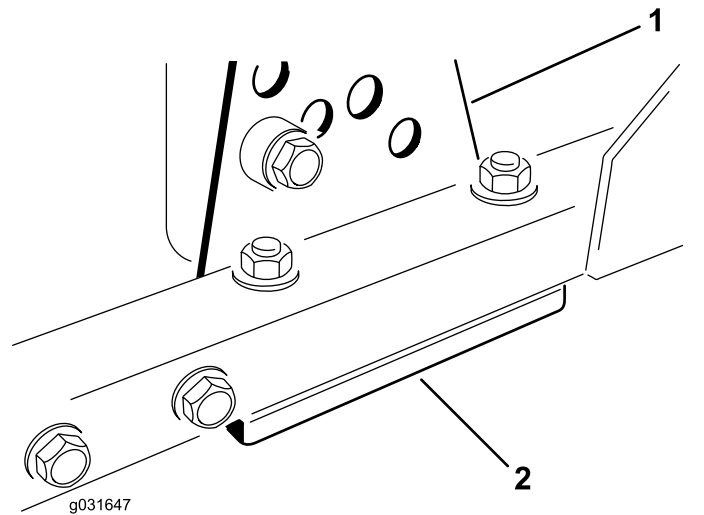

Bild 71
1. Entfernen Sie die Schnitthöherhalterung (vorne, links oder rechts) vom Mähwerkrahmen (Bild 71).
2. Führen Sie 1,5-mm- und/oder 0,7-mm-Beilagscheiben zwischen dem Mähwerkrahmen und der Halterung ein, um die gewünschte Schnitthöhe zu erhalten (Bild 71).
3. Befestigen Sie die Schnitthöherhalterung mit den restlichen Beilagscheiben unter der Schnitthöherhalterung am Mähwerkrahmen (Bild 71).